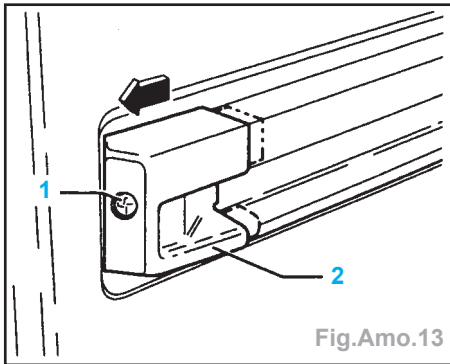

Fig.Amo.13
- Dévisser la vis à tête cruciforme (1) et extraire l'embout (2) du rail de guidage (Fig.Amo.13).